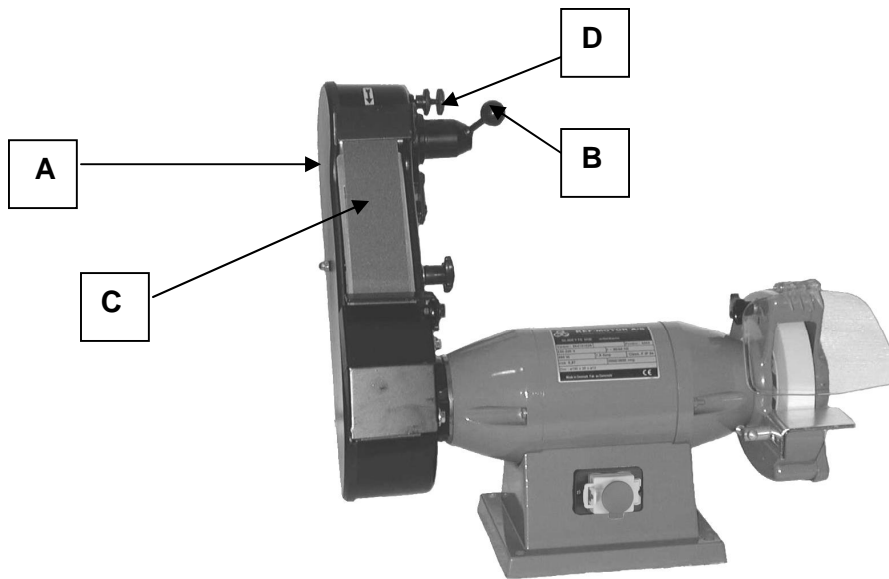

Fig.: 1.3.2
Når slibebåndet er slidt ned, skal det udskiftes, hvilket gøres på følgende måde: Yderskærmen (A) (se *fig.: 1.3.2*) på skærmkassen monteres af og håndtaget (B) trækkes ned. Herved aflastes slibebåndet (C), så det kan afmonteres og udskiftes med et nyt slibebånd, som monteres i modsat rækkefølge. Det kontrolleres, at pilenes retning på båndets bagside svarer til omløbsretningen. Når det nye slibebånd er monteret, er det nødvendigt at justere for ligeløb med håndtaget (D), som løsnes indtil slibebåndet løber lige på kontaktskiven. Herefter tilspændes håndtaget (B). **Denne justering af slibebåndet må kun udføres ved at trække slibebåndet med hænderne og ikke med maskinen tændt.**